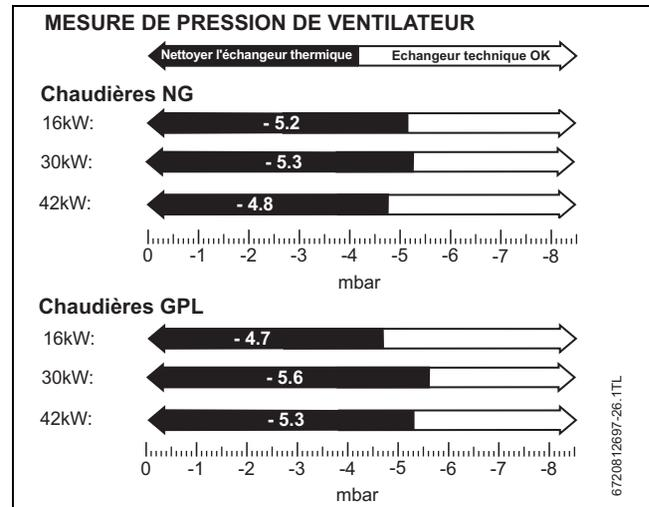

Fig. 52 Résultats de pression de commande de ventilateur
- ▶ La mesure de pression affichée sera négative, se référer au diagramme dans la fig. 52 ci-dessous.